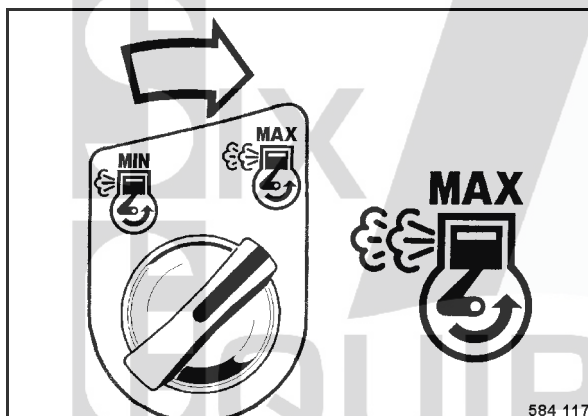

fig. 49
- Positionner l'interrupteur rotatif (fig. 49) sur "MAX" (pleins gaz).